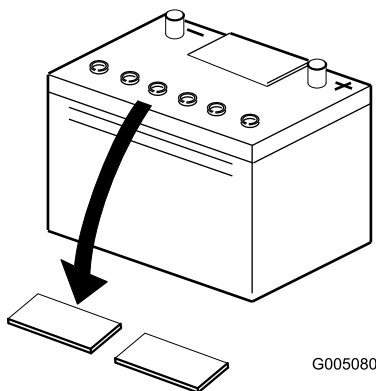

Figura 4
2. Limpe a parte superior da bateria e retire as proteções das aberturas de ventilação (Figura 4).